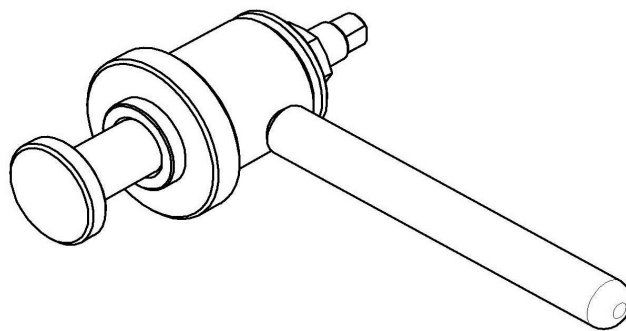

Рис. 10. Приспособление для запрессовки манжет.
- Используя приспособление манжет (см. рис. 10) установить манжету 1;